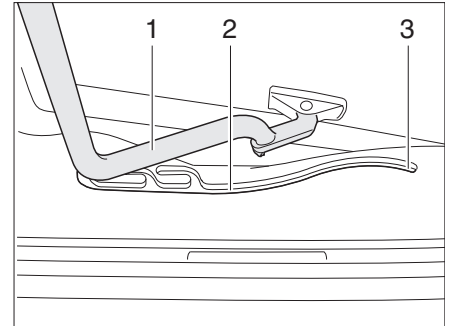

Bild 24 Kipp-Dachhaube, Führung
- Den Bügel (Bild 24,1) in den Führungen (Bild 24,2) bis in die hinterste Position (Bild 24,3) ziehen.
- Den Bügel (Bild 24,1) mit beiden Händen leicht nach oben drücken.
- Den Bügel in den Führungen (Bild 24,2) bis zur gewünschten Stellung ziehen.